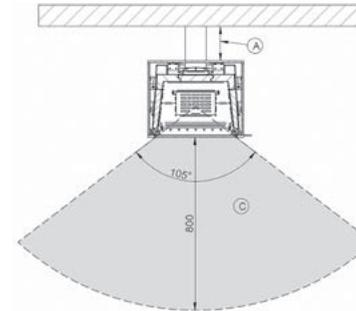

Abb. 4a
In der nachfolgenden Tabelle sind die einzuhaltenden Abstände dokumentiert. Ordnen Sie anhand der Skizzen (Abb. 4a-4f) die Aufstellsituation ein und achten Sie auf Einhaltung der angegebenen Abstände.
1. Bei der Montage vor einer geraden Wand sind folgende Wandabstände bei Ihrem SEO Kaminofen einzuhalten: zu brennbaren Bauteilen ist ein Mindestabstand von 160mm nach hinten einzuhalten (Abb.4a).